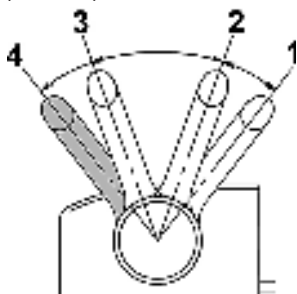

Рис. 13 Остановка двигателя
3. Переведите рычаг газа в положение «4» (Рис. 13).